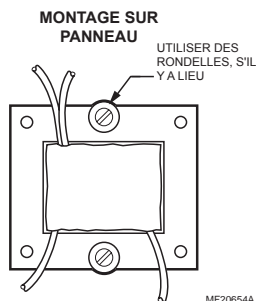

Fig. 1. Insérer des boulons dans les fentes pour un montage sur panneau.
- a. Insérer des boulons dans les fentes dans le cas d'un montage direct (Fig. 1).